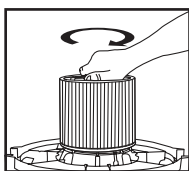

FIGURE 17
22. Maintenez le couvercle du réservoir d'une main, tournez la poignée du porte-filtre dans le sens horaire pour la serrer, en verrouillant ainsi le filtre en place. **FIGURE 17.**